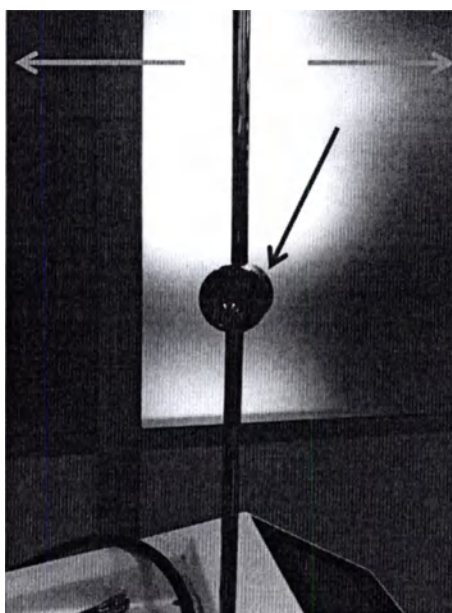

Рис. 3.6 – Подвижная часть шарнира
3.3.1.5 Шарнир имеет подвижную верхнюю часть, которая может сгибаться вправо и влево (указано зеленой стрелкой на рис.3.6).